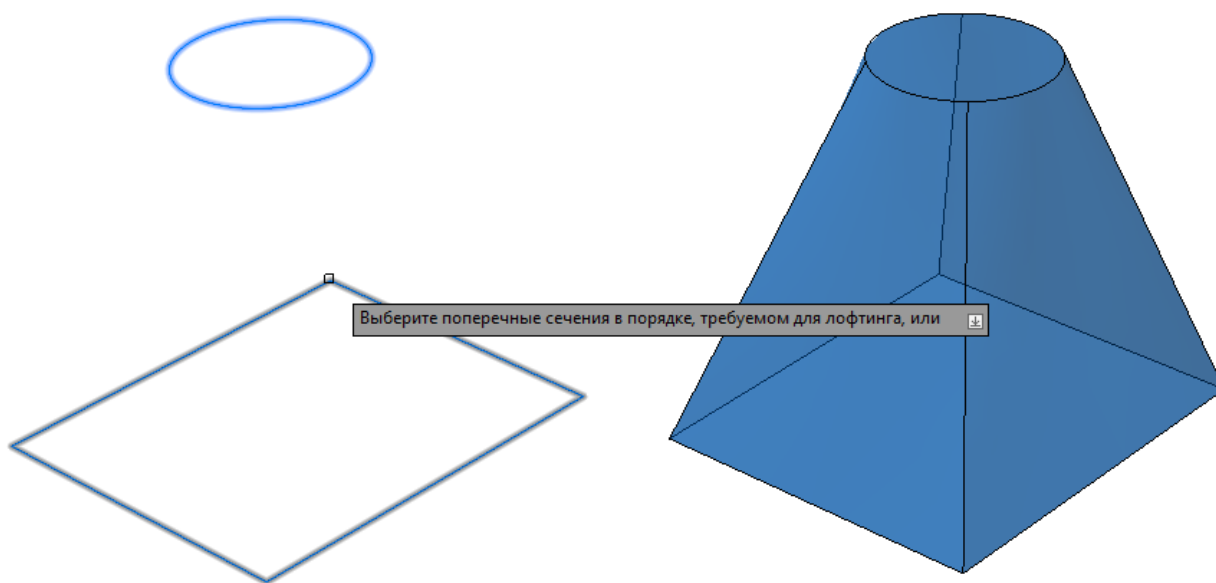

Рис. 5.2. Работа команды «Лофт»
- команда «Лофт» предназначена для создания 3D тела или поверхности в пространстве между несколькими поперечными сечениями (рис. 5.2). При работе с данной командой выбираются контуры поперечного сечения на основании которых будет строиться трехмерная модель.